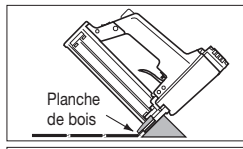

Figure 8
- Régler le compresseur à 70 lb/po2. Si les languettes s'abîment, diminuer la pression de l'air (Figure 8).